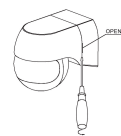

Figure1
- Desserrer la vis à l'arrière et décharger le fond (voir figure 1).